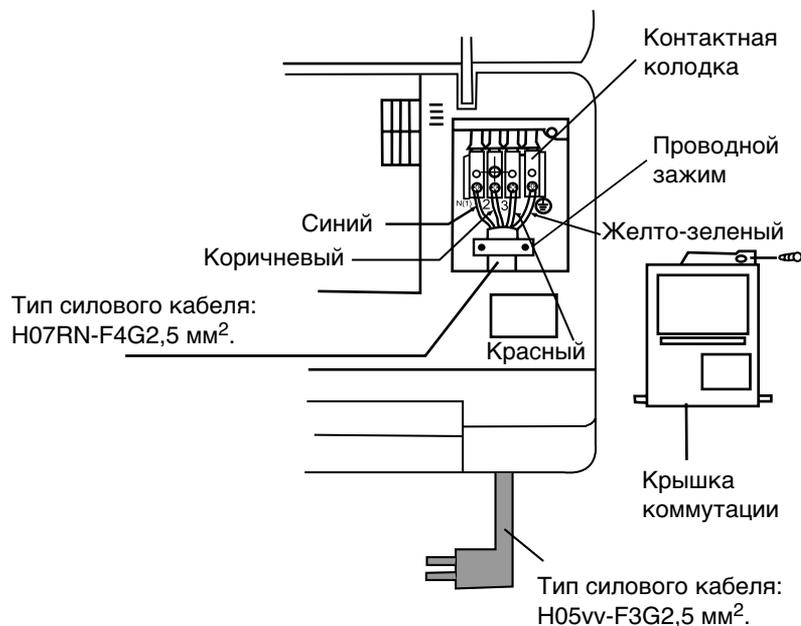

Рис. 4
2. Снимите крышку коммутации (рис. 4).
4. Подключите синий провод кабеля питания к клемме "N(1)", коричневый - к клемме "2", красный - к клемме "3" и желто-зеленый (провод заземления) - к клемме  $\perp$ , как показано на рис. 4.
5. Для устройств с тепловым насосом подключите провод управления (4 x 0,75) к внутреннему блоку с помощью кабельного разъема, показанного на рис. 4, после чего закрепите провод на шасси.